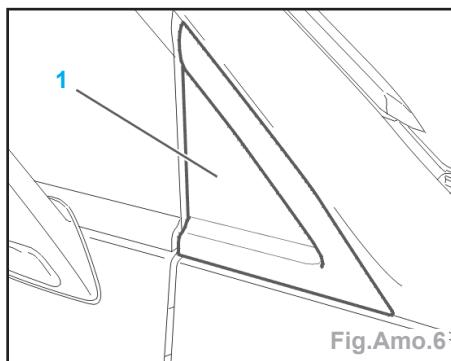

Fig.Amo.6
- Déclipper la custode (1) (Fig.Amo.6).